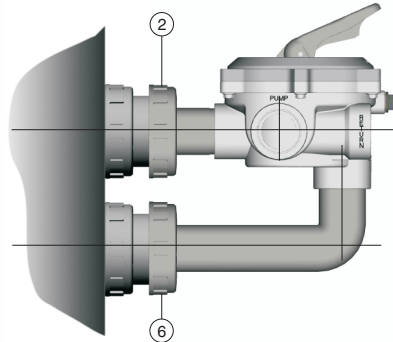

Fig. 4
4. Avvitare dolcemente la flangia (6) e fissare fortemente la flangia (2) (vedi fig. 4) in modo da ottenere il perfetto allineamento della valvola. Smontare la flangia (6) e il gomito (5) e pulire le superfici da incollare, con solvente. Utilizzare collante per ABS. Applicare il collante sia sul gomito sia nel corrispondente foro della valvola. Posizionare, di nuovo (vedi fig. 4), serrando la flangia (6), la valvola, lasciando che indurisca per almeno due ore prima di far funzionare l'impianto.
4. Mutter (6) leicht andrehen und Mutter (2) fest anziehen gem. Abb. 4, so dass das Ventil perfekt in Linie ist. Mutter (6) und Knie (5) wieder abmontieren und die Klebezonen mit einem Lösemittel reinigen. Einen ABS Klebel auf das Knie und das Ventil auftragen. Beide Teile wieder gem. Abb. 4 befestigen und Mutter (6) fest andrehen. Vor Inbetriebnahme 2 Stunden trocknen lassen.